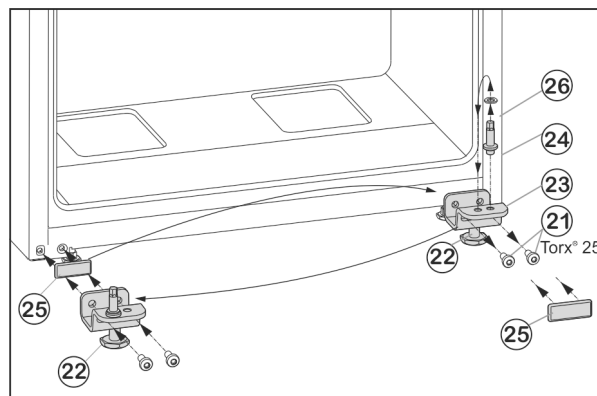

Fig. 7
- Развийте закрепващите винтове Fig. 7 (21).
- Свалете долната лагерна опора Fig. 7 (23) заедно с лагерния болт Fig. 7 (24), шайбата Fig. 7 (26) и крака Fig. 7 (22).
- Развийте лагерния болт Fig. 7 (24) заедно с шайбата Fig. 7 (26), поставете го в срещуположния отвор за лагерната опора и го завийте отново.
- Внимателно свалете покриващата плоча Fig. 7 (25) и я преместете на срещуположната страна.
- Отново завийте долната лагерна опора Fig. 7 (23) заедно с лагерния болт Fig. 7 (24), шайбата Fig. 7 (26) и крака Fig. 7 (22) върху новата страна на пантите, евент. с помощта на акумулаторна отвертка (с 4 Nm).
- Поставете долната врата отгоре върху лагерния болт Fig. 7 (24).
- Развийте крака Fig. 7 (22) на лагерната опора долу Fig. 7 (23), докато опоре върху пода.